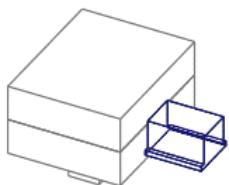

图 27.33 实体拉伸特征 1
Step5. 创建图 27.33 所示的实体拉伸特征 1。单击模具功能选项卡形状区域中的拉伸按钮，此时系统弹出“拉伸”操控板；在出现的操控板中，确认□按钮被按下；右击，